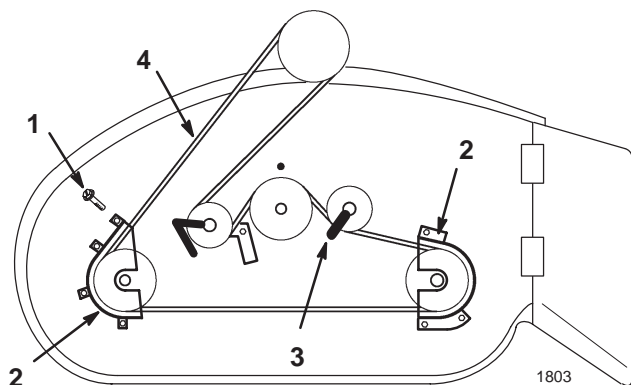

Bild 29
2. Entfernen Sie die Halteschrauben der Riemenabdeckungen und die Riemenabdeckungen von den Schnittmesser-Riemenscheiben (Bild 29).
3. Lösen Sie die Befestigungsschrauben der Spannscheiben, um die Riemenführungen zu bewegen (Bild 29).
4. Ziehen Sie den Treibriemen von den Scheiben ab (Bild 29).
2. Stellen Sie die Riemenführung an der Spannscheibe ein (siehe Abbildung) und ziehen Sie die Befestigungsschraube fest (Bild 29).
3. Bringen Sie die linke und rechte Riemenabdeckung mit Halteschrauben an (Bild 29).